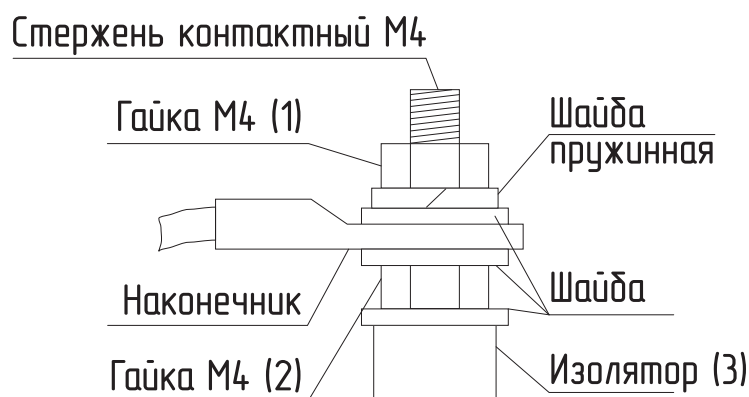

Рис.16 Присоединение проводов к выводам блок ТЭН
- при замене блок ТЭН присоединение фазных проводов к выводам блок ТЭН производить согласно **рис.16**. Сечение кабеля указано в таблице 1 и 2;
- провод нейтрالي «N» подключить на перемычку блока ТЭН (**рис.16**).